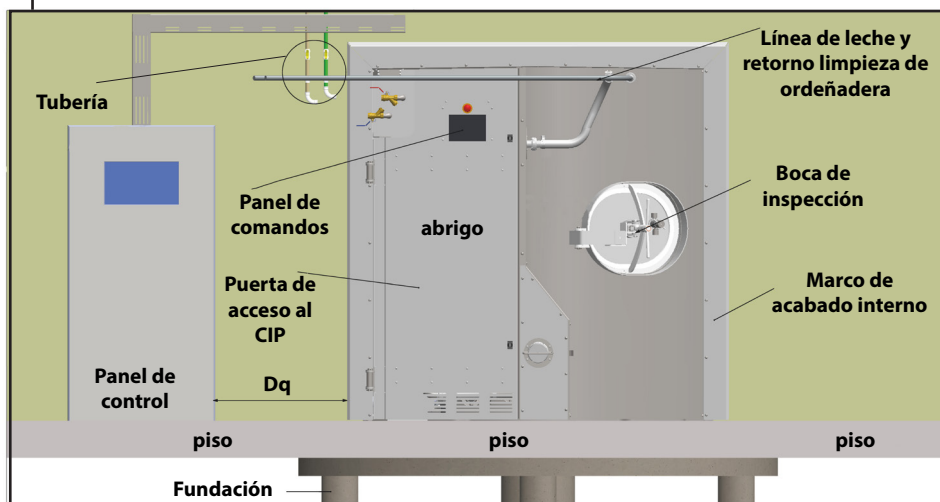

Fig. 1.2 – visión general lado interno de la instalación
- El panel de control puede ser instalado tanto del lado izquierdo como del lado derecho del abrigo y la distancia "Dq" no deberá ultrapasar 2,5 metros, conforme Fig.1.2